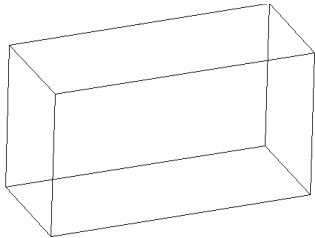

图 14-5 利用顶点绘制长方体
1) **Specify corner** 确定长方体的另一个顶点, 生成如图 14-5 所示的长方体。